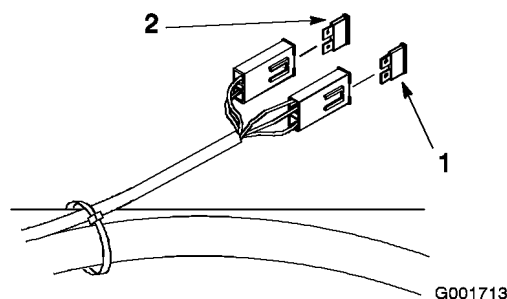

Figure 39
1. Déverrouillez et soulevez le siège pour accéder au porte-fusibles (Figure 39).
3. Remplacez le fusible (Figure 39).